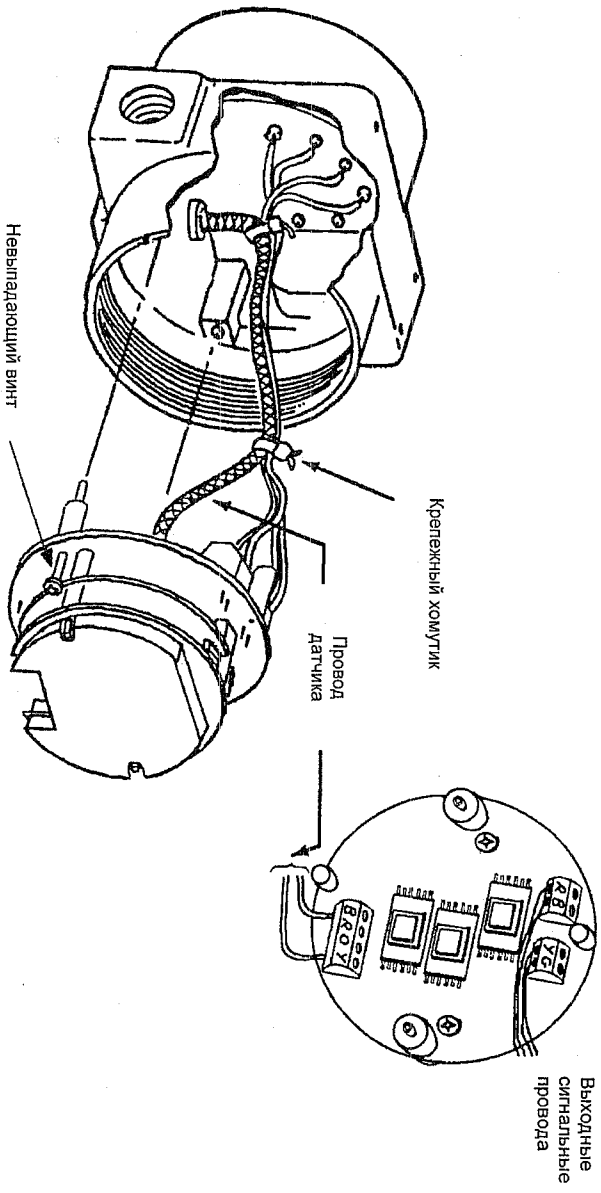

Рис. 17. Соединения электронного блока – датчик со стандартным температурным диапазоном (интегрированная схема монтажа)
4. Вытащите электронный блок из корпуса на достаточное расстояние, позволяющее отсоединить коричневый и желтый провода датчика от клеммной колодки, расположенной в задней части электронного блока. Отсоедините 4 выходных сигнальных провода (красный (положительный вывод) и синий (отрицательный вывод), желтый и зеленый) на двух клеммных колодках электронного модуля. См. рис. 17.
3. См. рис. 17. Подсоедините коричневый и желтый провода датчика к клеммной колодке с цветовой маркировкой, расположенной на тыльной стороне электронного блока. Выполните действия в соответствии с пунктом 4.